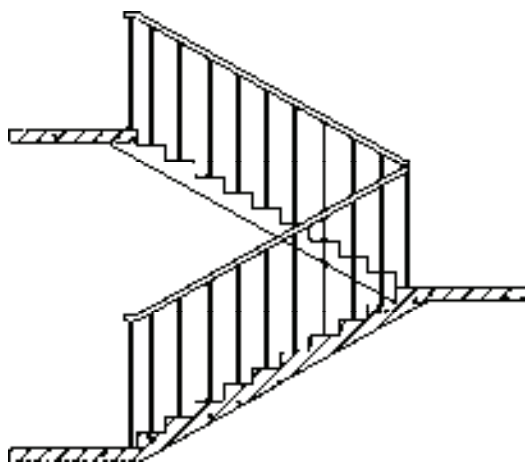

图 12-74 扶手接头
5) 调用“FSJT”命令，对绘制完成的楼梯栏杆图形进行连接操作，结果如图 12-74 所示。